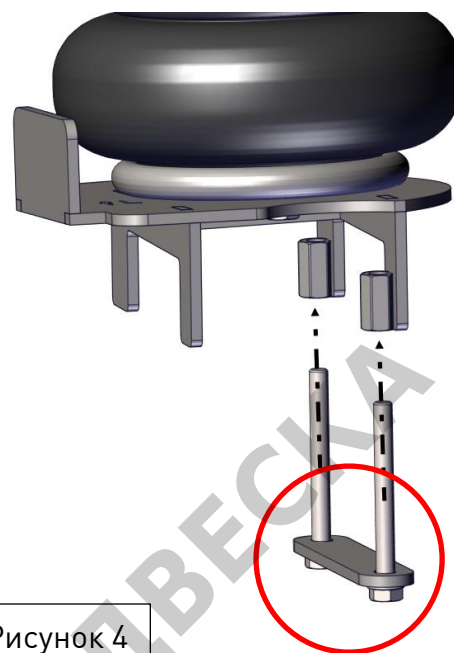

Рисунок 4
5. Притяните кронштейны к мосту используя планку 39010.02.02.005.01 (2 шт.) и болты с шестигранной головкой 933 10 100 (4 шт.) с шайбами 125 10 (4 шт.). (Рис. 4)